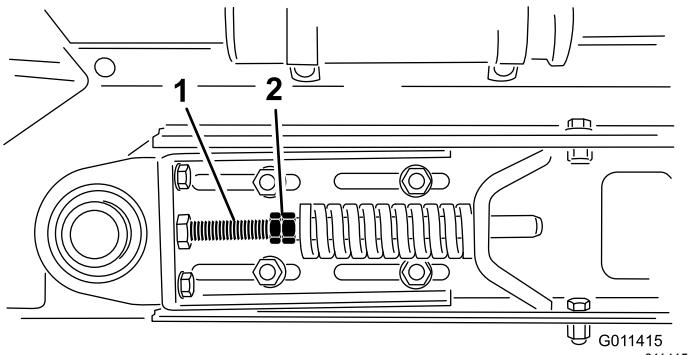

Figura 31
3. Allentate i controdadi e i dadi sul tirante per allentare la tensione della molla (Figura 31).